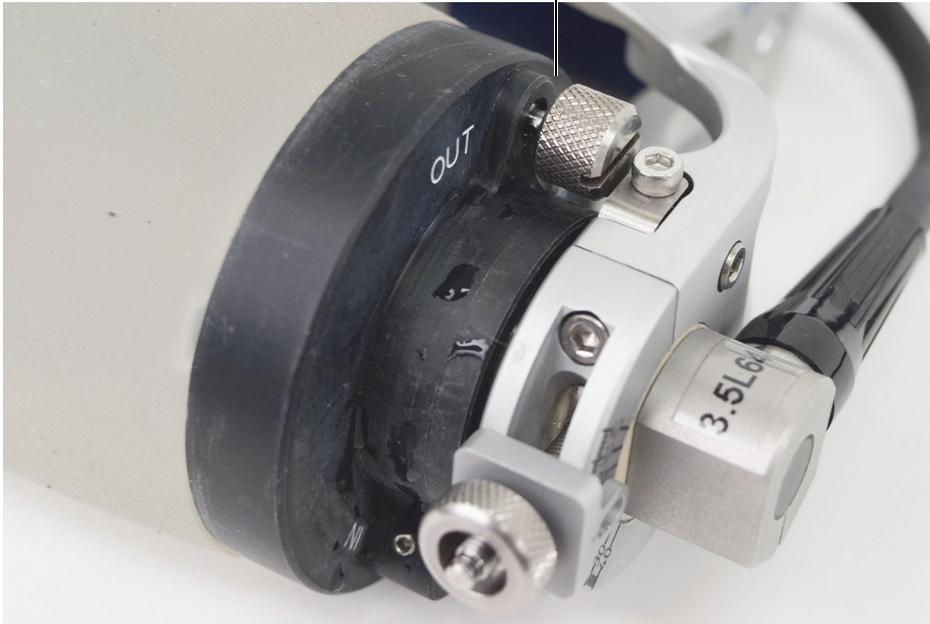

Abbildung 3-1 Geöffnetes Ventil (OUT) des Flanschs
1. Vergewissern Sie sich, dass das Ventil (OUT) des Flanschs auf der Sensorkabelseite der Akustikrolle 1 1/2 Drehungen weit geöffnet ist (Abbildung 3-1 auf Seite 46).